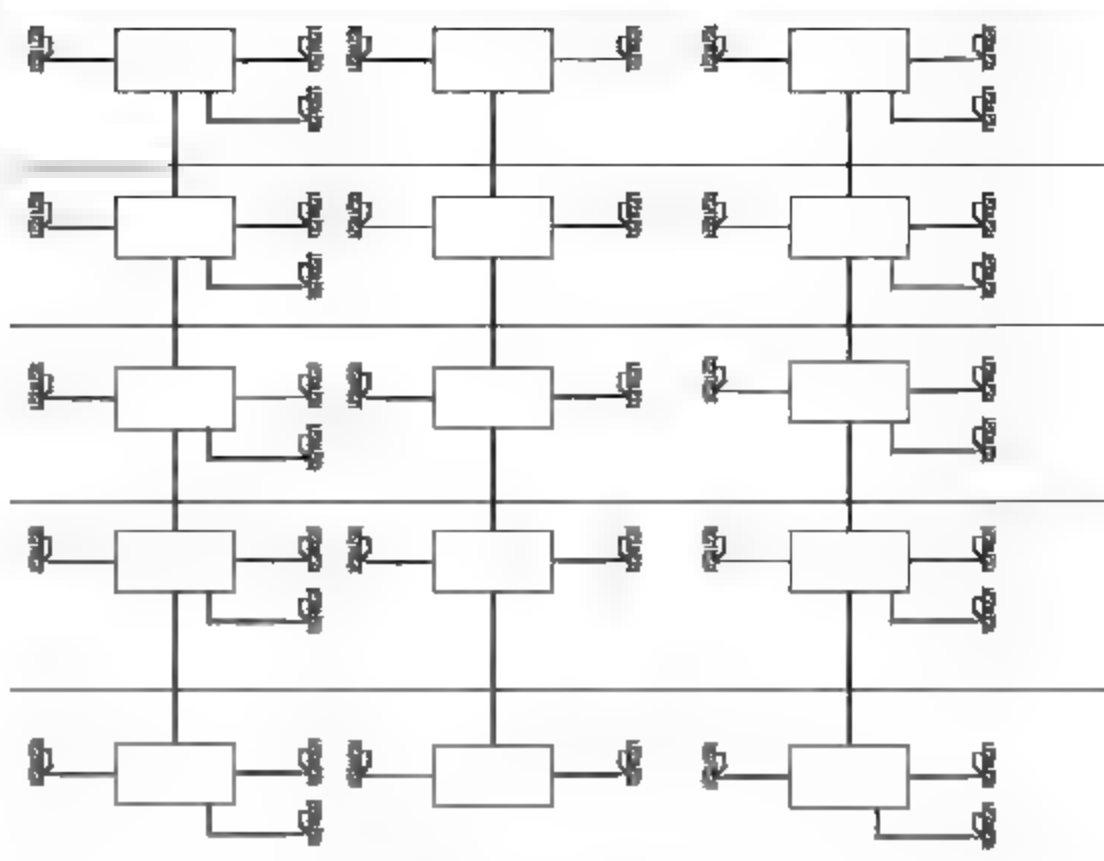

图13-24 绘制结果
**05** 按Enter键，重复调用PL【多段线】命令，在命令行中输入W，选择【宽度】选项，修改线宽为30，绘制插座之间的连接线路，结果如图13-24所示。